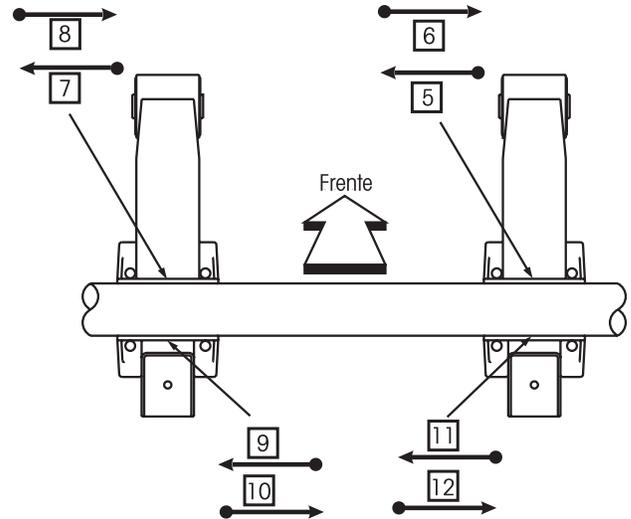

Figura 8: Secuencia de segundo y tercero cordones de soldadura
2. Continúe con el segundo y tercer cordones de soldadura después de los cuatro cordones iniciales, Figura 8.